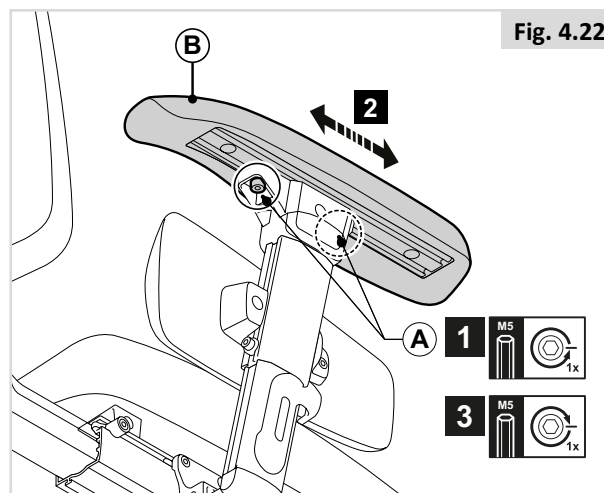

Fig. 4.22
**Profundidad del almohadillado del reposabrazos (Fig. 4.22)**
1. Afloje (A) una vuelta.
2. Ajuste (B) en la posición deseada.
3. Apriete (A).